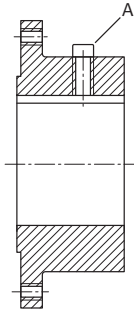
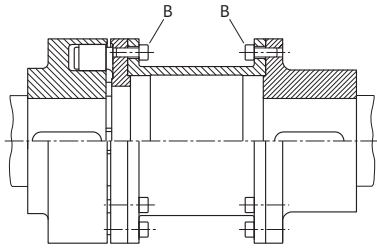

Fig. 15: Установочный винт А для осевой фиксации
Fig. 16: Винты В крепления полумуфт
**Моменты затяжки для установочных винтов и полумуфт (см. также Fig. 15 и Fig. 16):**